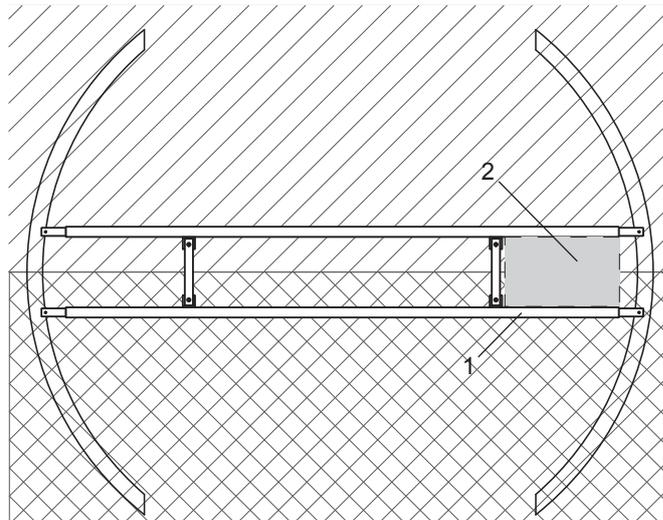

Рис. 44 Сборка регулятора и источника питания для ночного экрана
5. Зафиксировать регулятор и источник питания (рис. 44/2) для ночного экрана на центральной опоре (рис. 44/1) с внутренней стороны здания (рис. 44).